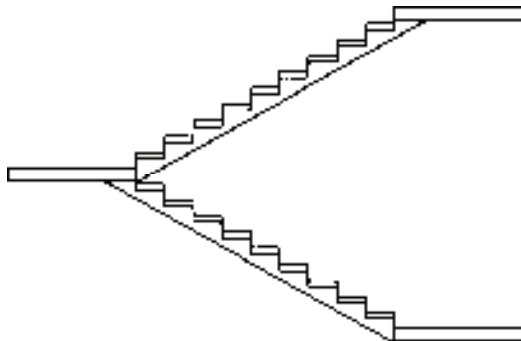

图 12-75 打开素材
1) 按〈Ctrl+O〉组合键，打开配套光盘提供的“第 12 章/12.3.5 楼梯栏杆.dwg”素材文件，如图 12-75 所示。